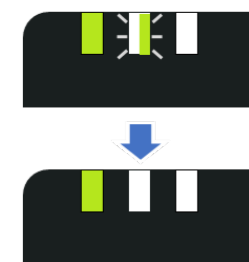

図4. LTE電波強度確認時のランプ
(1) ELセンサのサーバ通信ランプが消灯していることを確認します（図4）